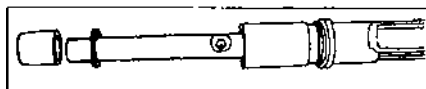

Рис. 6.16.
- снять защитный колпак на торце картера рулевой передачи, а затем извлечь рейку из картера рулевой передачи (рис. 6.16);